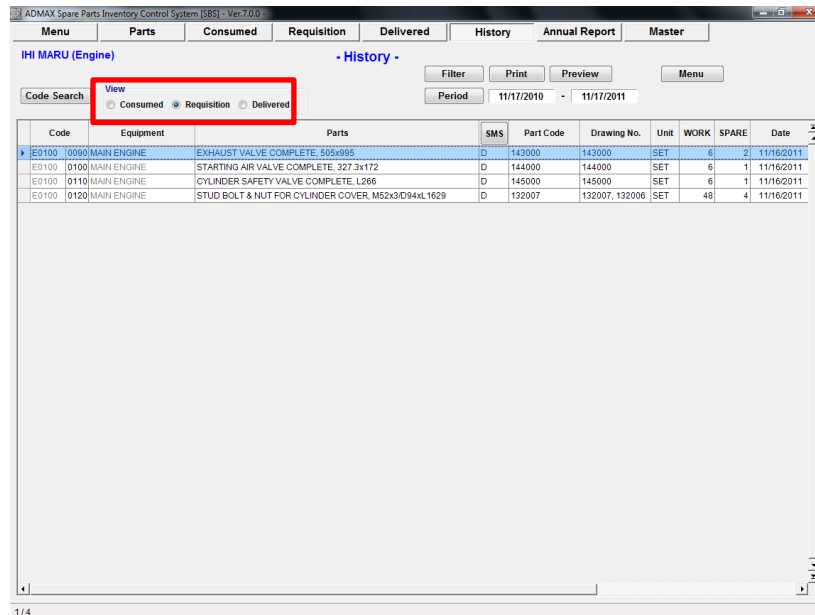

図 9.4 History (Parts Requisition)
- “History (Parts Requisition) 画面”(図.9-4) が表示されます。